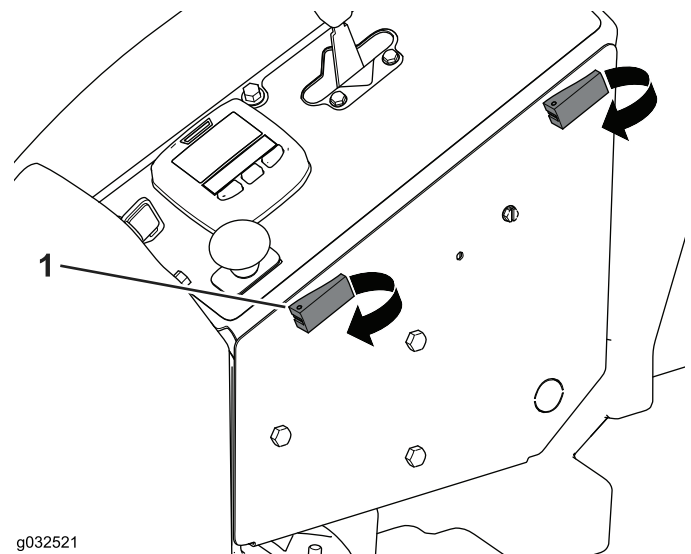

Figura 40
- 1. Gire los cierres de expansión y abra el compartimiento de controles del operador (Figura 40).